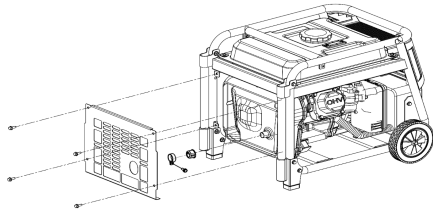

Abbildung 15 Funkenschutz demontieren
7.5 Funkenschutz-Reparatur, siehe Abbildung 15.